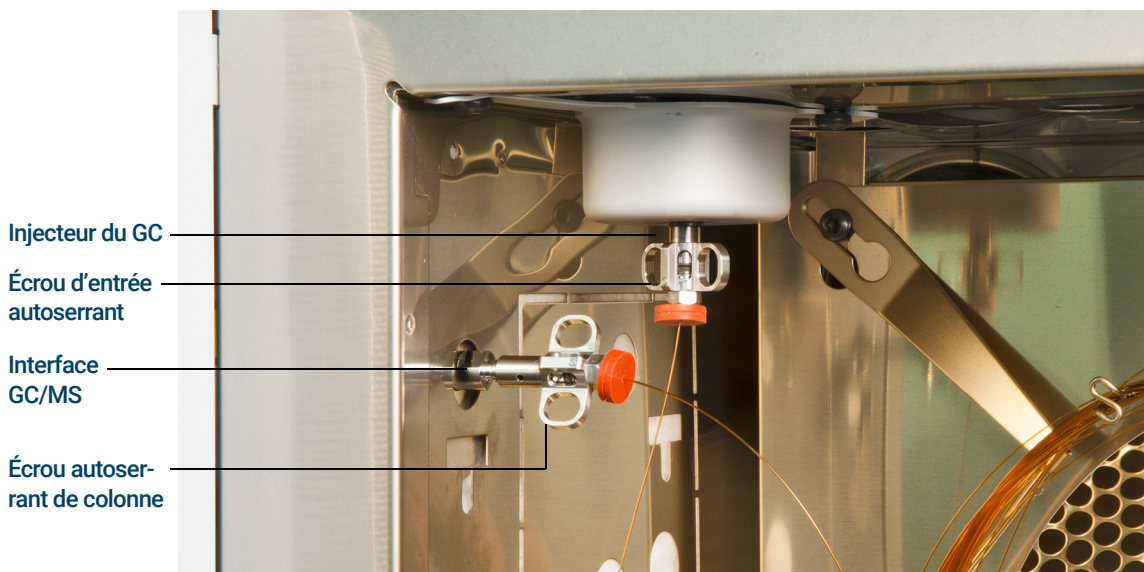

Figure 6. Installation d'une colonne capillaire dans l'interface GC/MS
- 11 Serrer l'écrou à la main. (Voir **Figure 6**.) S'assurer que la position de la colonne ne change pas lors du serrage de l'écrou.